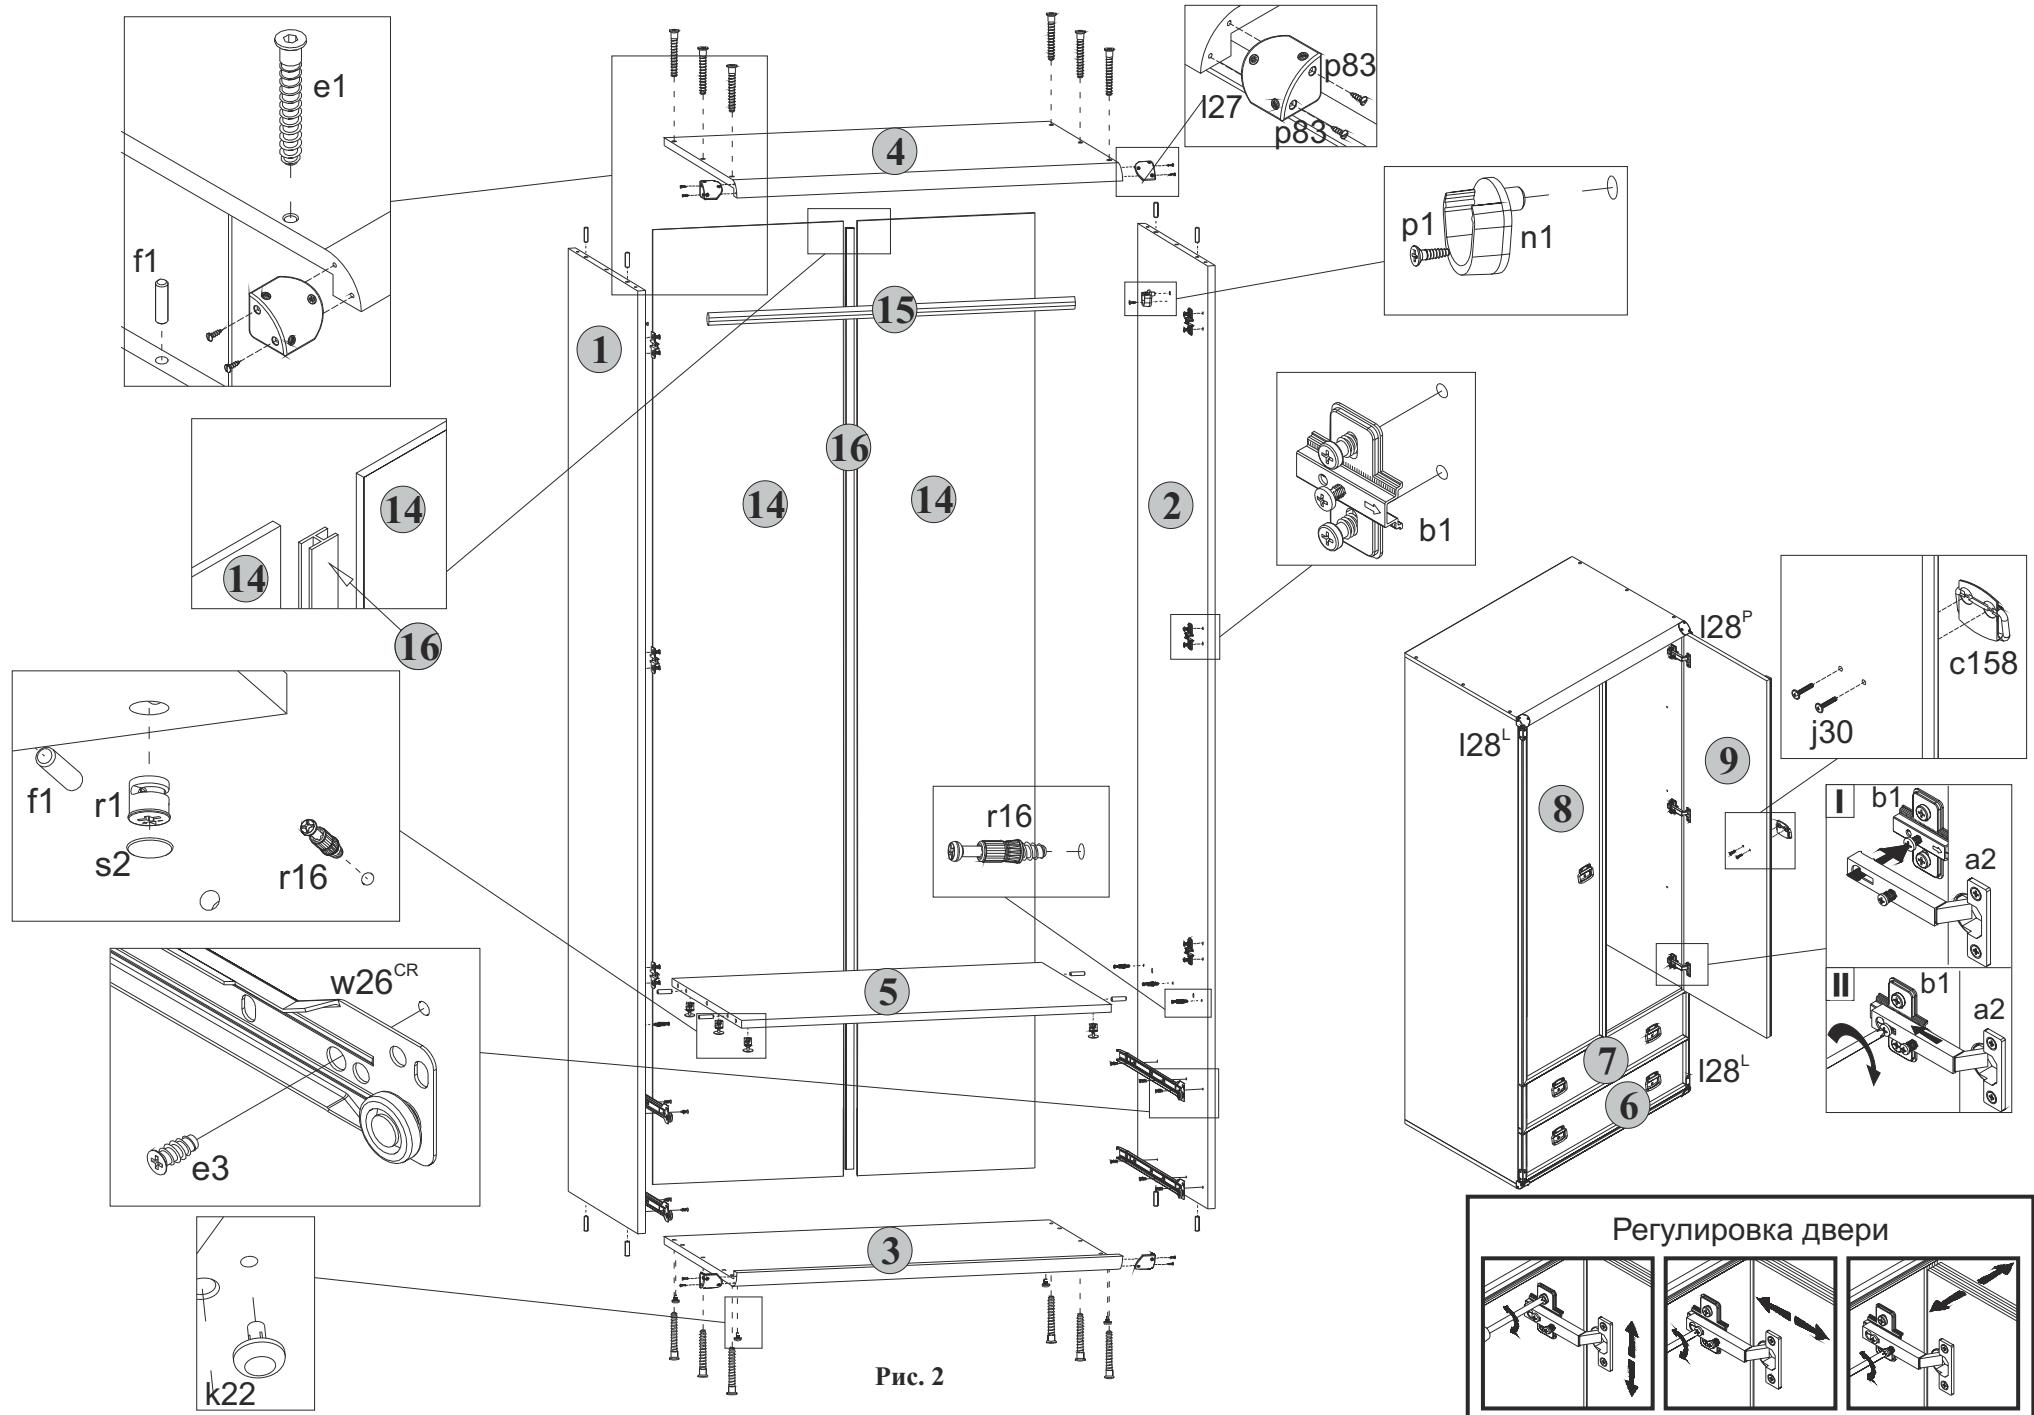

Рис. 2
5.10 К стенкам боковым **1** и **2** присоединить щиты нижний **3** и верхний **4** и стянуть еврошурупами **e1**, пользуясь специальным ключом **z1** из комплекта фурнитуры (**см.рис. 2**).
5.26 Положить двери **8** и **9** фасадной поверхностью вниз на ровную поверхность. Закрепить на дверях петли шарнирные **a2**, пользуясь крестообразной отверткой (**см.рис.2**).
5.27 Навесить двери на корпус шкафа, совместив петли шарнирные **a2** с направляющими петель **b1** (**см.рис.2**). При необходимости отрегулировать положение дверей вращая регулировочные винты, как показано на **рисунке 2**.
кромках полки соединительной **5** вбить деревянные шканты **f1** (см.рис. 2).
5.5 В отверстия диаметром **5 мм** над направляющими роликовыми **w26^{CL}** и **w26^{CR}** на внутренних поверхностях стенок боковых **1** и **2** вкрутить винты стяжки **r16**, пользуясь крестообразной отверткой (см.рис. 2).
5.7 На нижней поверхности полки соединительной **5** в отверстия диаметром **15 мм** вставить стяжки эксцентриковые **r1** (см.рис. 2).
5.8 В отверстия диаметром **4,5 мм** на нижней поверхности щита нижнего **3** вставить опоры полимерные **k22** (подпятники) (см.рис. 2).